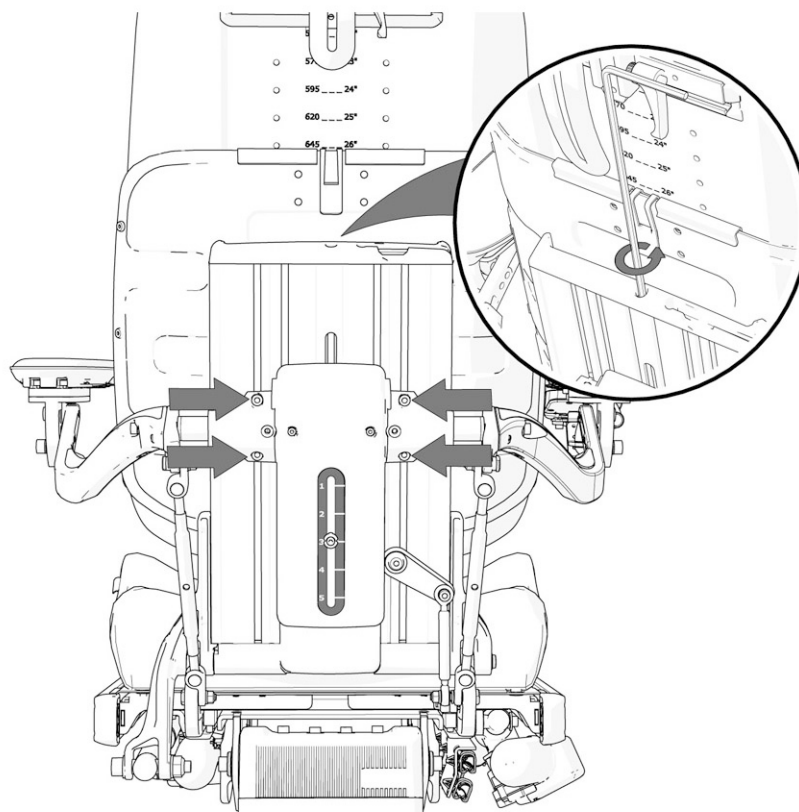

Bild 139. Armstödet höjd fixeras av fyra skruvar. Justering av höjden sker med hjälp av inställningsskruven på ryggstödet mitt.
1. Lossa de fyra skruvarna som fixerar armstödens höjd. Se bild. 139.
2. Justera till önskad position med hjälp av inställningsskruven på ryggstödet baksida. Se bild. 139.
3. Fixera armstödens höjdjustering genom att dra åt de fyra skruvarna på ryggstödet baksida. Se bild. 139.